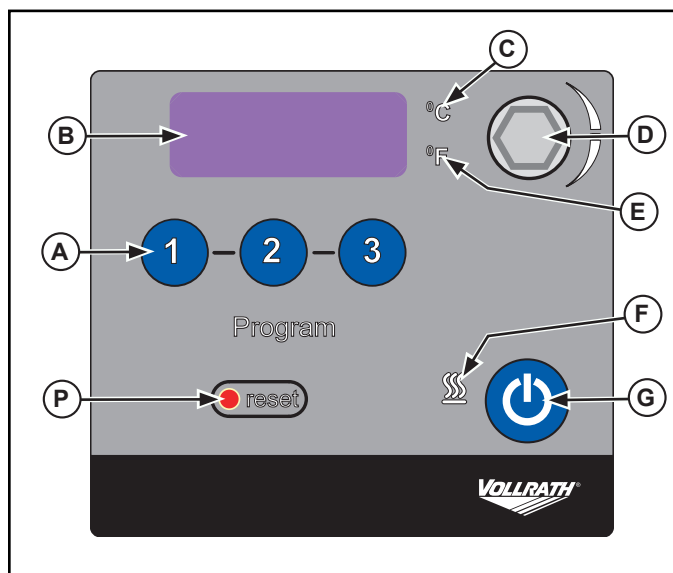

Figura 1. Parte delantera del panel de control.
aparecerá el ajuste anterior. Consulte la Figura 1.
1. Mantenga pulsada la perilla de selección/ajuste (D) hasta que el visor (B) muestre "LLo" (unos 10 segundos) luego suéltela. Consulte la Figura 1. Durante el bloqueo, el punto decimal del valor predeterminado no destella.
2. Mantenga pulsada la perilla de selección/ajuste (D) hasta que el visor (B) muestre "LLo" (unos 10 segundos) luego suéltela para desbloquear los controles. Al estar desbloqueados, el visor (B) muestra "CAn".
Si el nivel del agua desciende por debajo del calentador, el termostato de seguridad se activará y desconectará el suministro proveniente del calentador y la bomba. El visor (B) mostrará "FLt 3". Deje que se enfríe y pulse el botón de reinicio (P). Consulte la Figura 1.